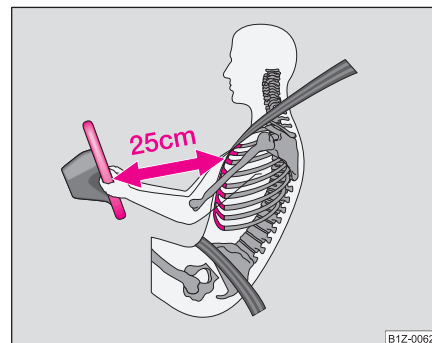

Fig. 127 Distancia de seguridad con respecto al volante
- El conductor se ha de mantener a una distancia mínima de 25 cm del volante ⇒ **página 141, fig. 127**. Si no respeta la distancia mínima, el sistema de airbag no podrá protegerle - ¡Peligro de muerte!